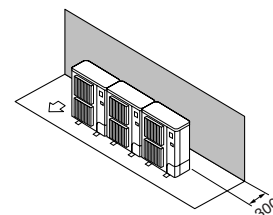

Fig. 2-8
- ① Solo ostacoli posteriori (Fig. 2-8)